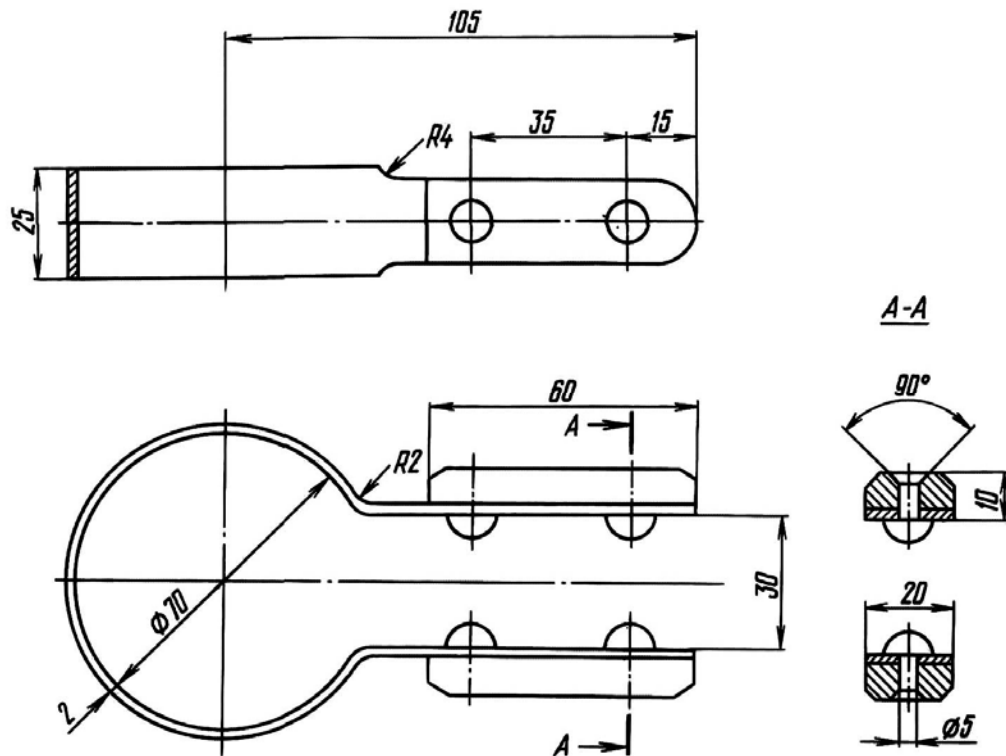

Рис.56. Приспособление для установки поршня в силовой цилиндр
3. Установить шток в сборе с поршнем и крышкой 25 в цилиндр 41, используя приспособление (рис.56).